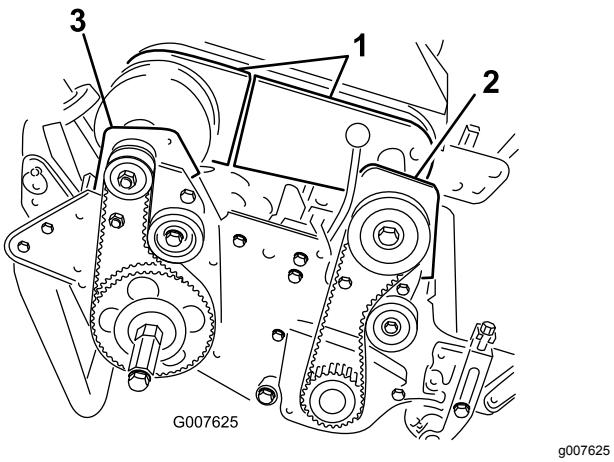

Figura 48
- Retire los pernos que sujetan las secciones delantera y trasera de la cubierta del diferencial al alojamiento del diferencial, y separe las secciones para dejar expuesta la correa (Figura 48).
6. Retire los 2 pernos y las 2 contratuerzas que sujetan el alojamiento delantero del embrague a la chapa lateral (Figura 48).
8. Retire los 2 pernos y las 2 contratuerzas que sujetan el alojamiento del cojinete trasero derecho a la chapa lateral (Figura 48).